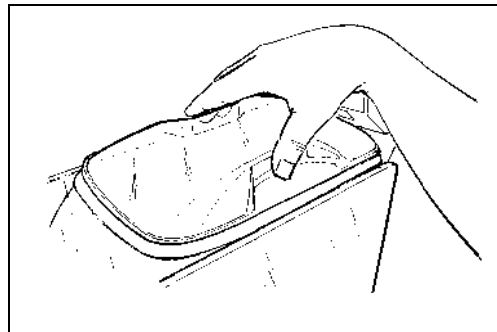

Fig. 6
- Retirer le sous-couvercle transparent (fig.6).